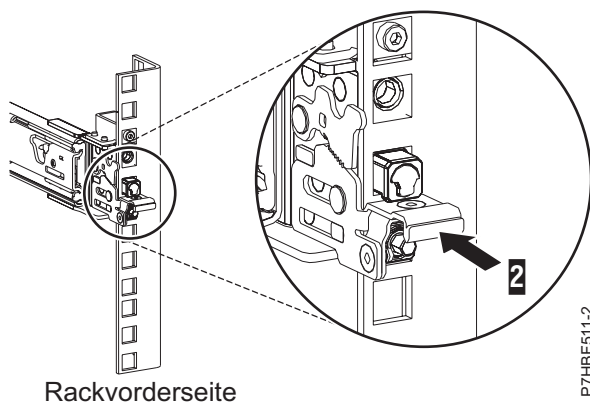

Abbildung 7. Vorderer Schiene des Racks mit eingerasteter Verriegelung
5. Drücken Sie die vordere Verriegelung (2) ganz hinein. Stellen Sie sicher, dass die Verriegelung richtig eingerastet ist (siehe Abb. 7).